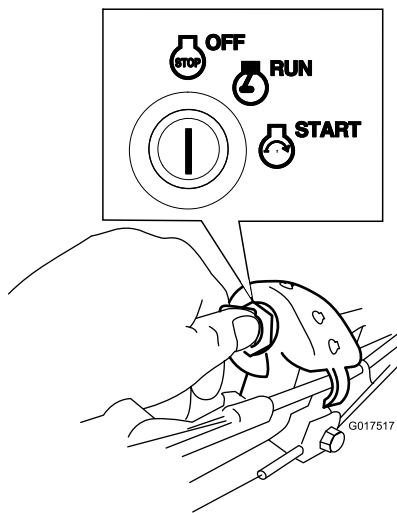

Figura 21
1. Rode a chave para a posição DESLIGAR (Figura 21).